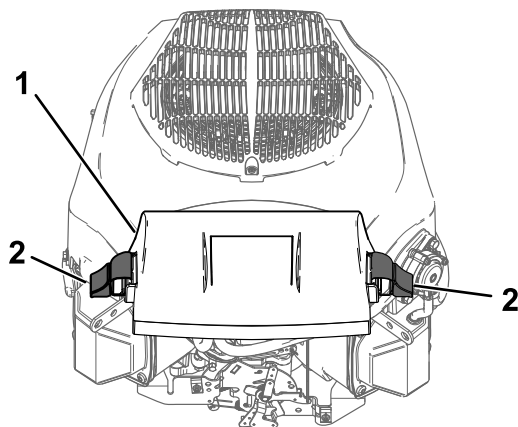

Bild 43
3. Setzen Sie die Abdeckung auf und verriegeln Sie diese mit den Halteklammern (Bild 43).